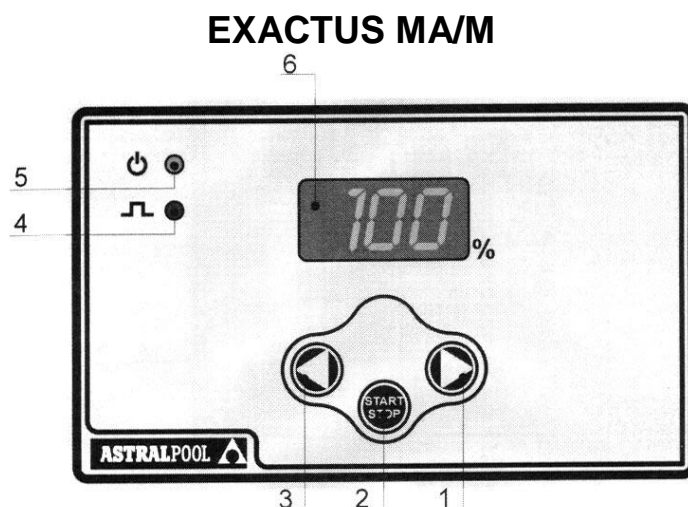

Рис. 14
Ручная регулировка потока с помощью 2 кнопок (ВЛЕВО (3) – ВПРАВО (1)) (рис. 14). Регулировка потока в диапазоне от 0 до 100%.
7.1 – ОРГАНЫ УПРАВЛЕНИЯ НАСОСА (рис. 14)